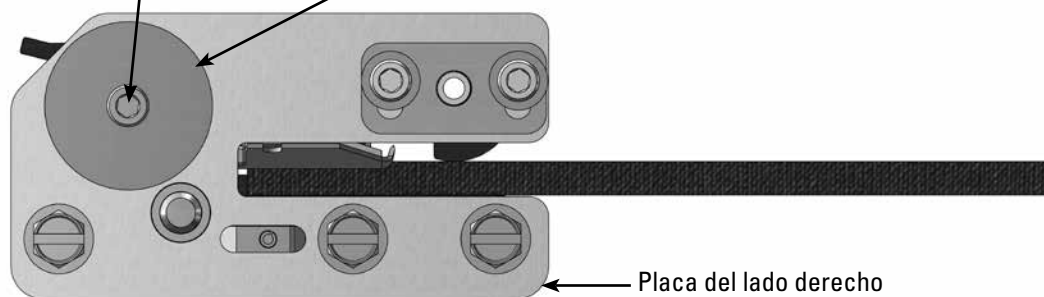

Fig. 5
6. Con la llave hexagonal de 5/32" (0.40 cm) quite el tornillo de la lámina y la cubierta de almacenamiento de la lámina que se encuentran en la placa lateral derecha para acceder a las láminas (Fig. 5).